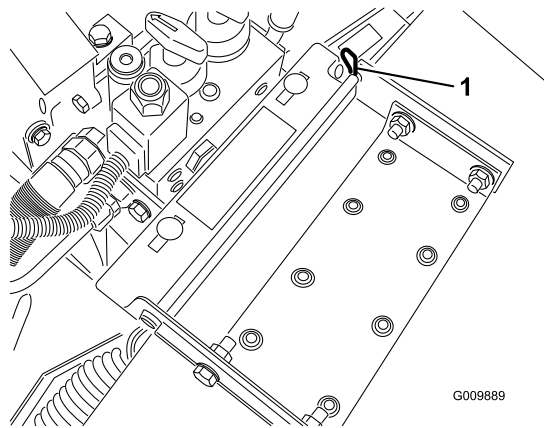

Figura 36
2. Rimuovete la coppia di fissaggio del perno del cofano sulle staffe di montaggio (Figura 36).